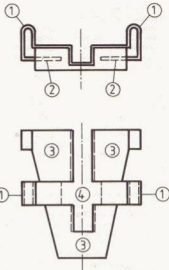

Bild 229
- 10 Federn, sie verhindern das Klappen der Bremsklötze und bilden die Gleitbahn zwischen dem feststehenden Teil des Bremssattels (13) und dem beweglichen Teil des Bremssattels (14)
- 11 Die «Nasen» der Bremsklötze werden in der Kontur der Feder 10 geführt und von der Federzunge 2 in Bild 229 beaufschlagt